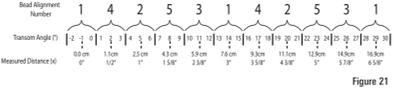

Figure 21
- Si vous connaissez déjà l'angle du tableau arrière, consultez le tableau de données ci-dessous (Figure 21) pour connaître la position initiale à utiliser pour régler les mécanismes à rochet. Si le tableau arrière est à un angle de 14 degrés (un angle commun pour le tableau arrière de nombreux bateaux), réglez les mécanismes à rochet à la position 1. D'une façon ou d'une autre, passez à l'étape 2.
- Si vous ne connaissez pas l'angle du tableau arrière, mesurez-le à l'aide d'un fil à plomb (fil de nylon ayant une extrémité pesée ou ligne monofilament) d'une longueur d'exatement 30,48 cm (12 po). Maintenez le bout du fil à plomb contre le haut du tableau arrière avec un doigt, puis attendez que le fil se stabilise à la verticale (Figure 22). À l'aide d'une règle, mesurez la distance entre le bout inférieur du fil à plomb et l'arrière du tableau, puis consultez le tableau de données (Figure 21).